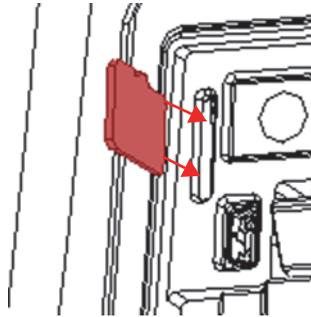

Figura 3-6 Inserimento della scheda microSD
- ◆ Inserire la scheda nello slot microSD del Vanta (notare l'orientazione) fino a quando si sente scattare il meccanismo di blocco della scheda (vedere Figura 3-6 a pagina 55).